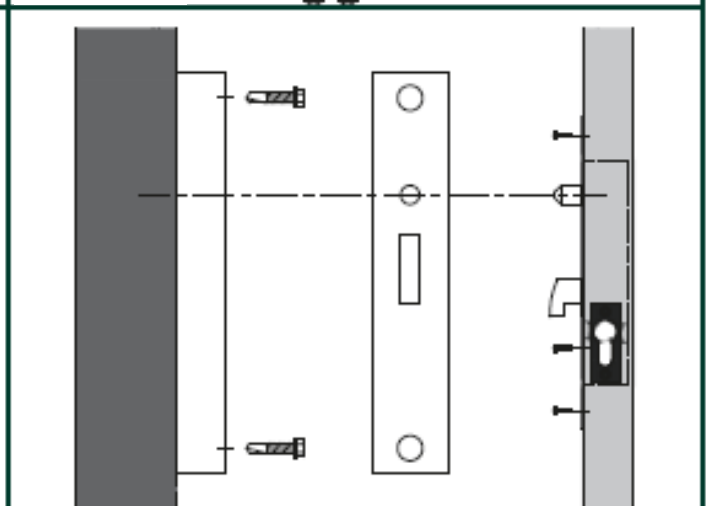

Abb. 8
1. Hakenschloss mit Zylinderschloss – Stirnseite des Torflügels Abb. 8;
Schrauben Sie den Anschlag (2 Blehschrauben) so an, dass er in der Achse mit dem Hakenschloss liegt. Im Hakenschloss befindet sich ein Führungsstift, der genau in die Öffnung am Anschlag einrasten soll. Abb. 8.